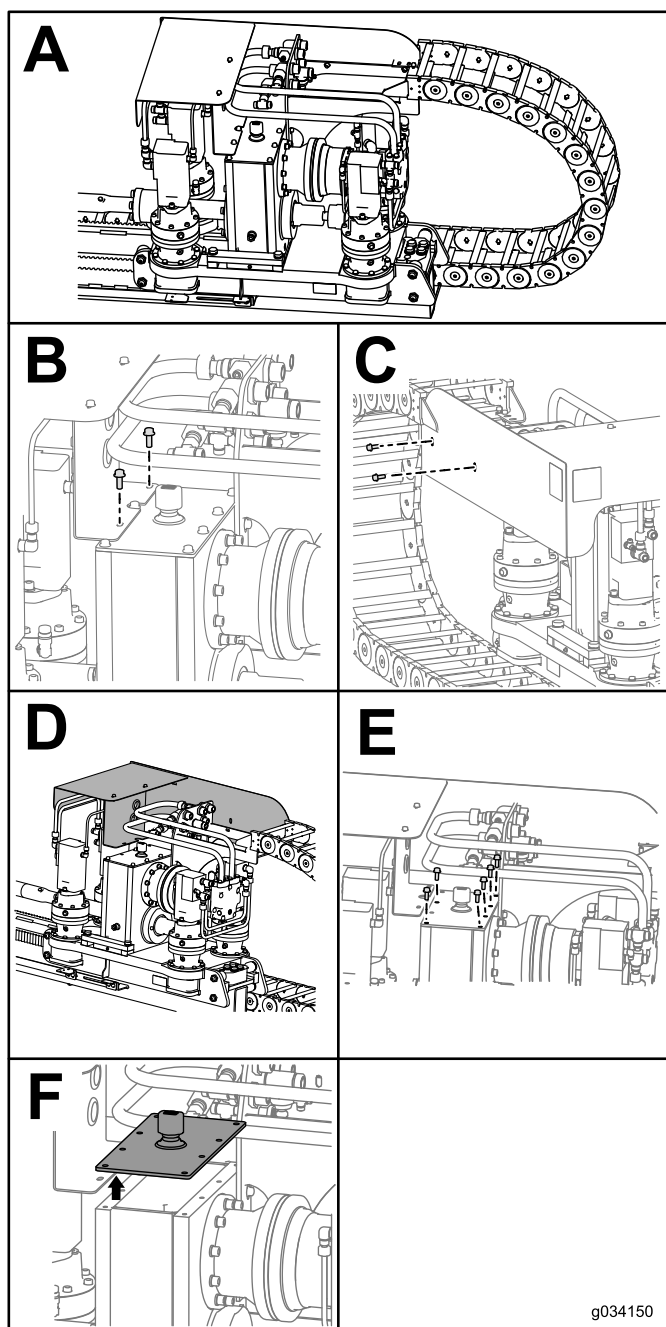

Рисунок 107
3. Удалите два болта с шайбами в ограждении каретки (вид В на Рисунок 107).
4. Удалите два болта с шайбами и гайками в боковой части ограждения каретки (вид С на Рисунок 107).
5. Сдвиньте ограждение каретки вперед (вид D на Рисунок 107).
6. Отверните 6 болтов на редукторе (вид Е на Рисунок 107).
7. Снимите крышку на редукторе и откачайте масло ручным насосом (вид F на Рисунок 107).
11. Установите снова крышку на редуктор и вставьте, не затягивая, 6 болтов (вид Е на Рисунок 107).
12. Установите ограждение каретки на место и вставьте, не затягивая, два болта (вид С на Рисунок 107).
13. Установите два болта, крепящие ограждение каретки на редуктор (вид В на Рисунок 107).